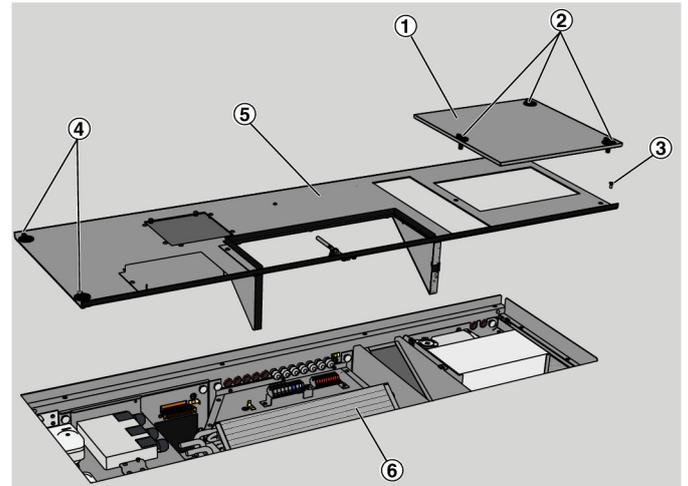

Abb. 27
3. ▶ Den Filterdeckel (Abb. 27/1) durch Lösen der Schnellverschraubungen (Abb. 27/2) demontieren.
4. ▶ Revisionsdeckel (Abb. 27/5) durch Lösen der Kreuzschlitzschraube (Abb. 27/3) und der beiden Schnellverschlüsse (Abb. 27/4) demontieren und neben dem Gerät lagern.
5. ▶ Wärmeübertrager (Abb. 27/6) nach oben entnehmen und lagern.